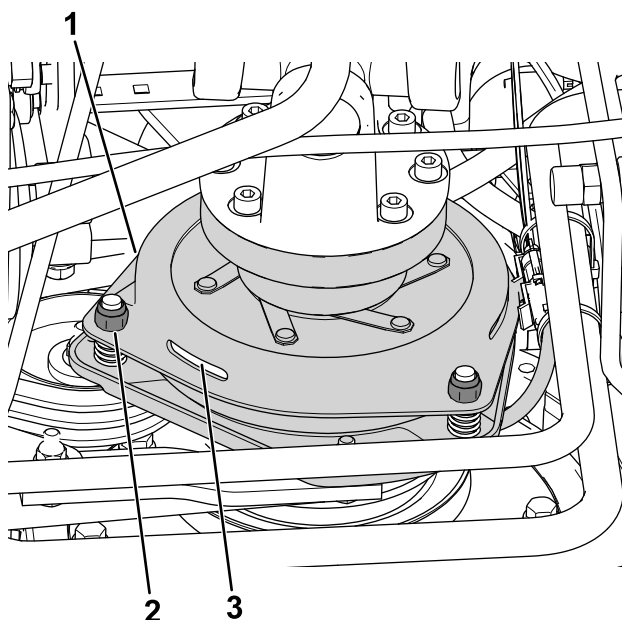

Bild 77
3. Stellen Sie den Abstand so ein, dass eine 0,3 mm Fühlerlehre mit leichtem Druck zwischen die Kupplungsauskleidung und die Bremsscheibe passt (**Bild 77**).
Hinweis: Drehen Sie die Einstellmutter nach rechts, um den Abstand zu verringern (**Bild 77**). Der maximale Betriebsabstand beträgt 0,6 mm. Stellen Sie alle drei Luftspalte auf 0,4 mm ein.